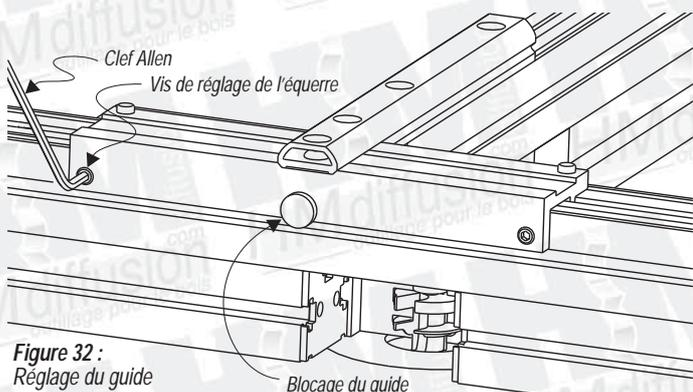

Figure 32 : Réglage du guide
- Une fois cette opération accomplie, il vous reste à régler l'équerrage du guide perpendiculaire par rapport au guide principal. Positionner votre équerre à l'horizontale contre le guide principal et en appui sur le guide perpendiculaire. Comme précédemment, jouer avec le réglage des vis-butée comme indiqué sur la figure 32.